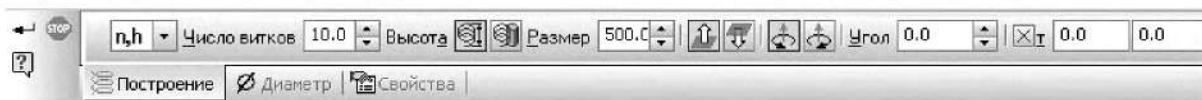

Рисунок 4.4. Панель свойств команды Спираль цилиндрическая
4. После вызова команды на экране появится Панель свойств, на которой нужно выбрать способ построения спирали и ввести ее геометрические характеристики (рисунок 4.4). Во вкладке Построение установите следующие параметры спирали: